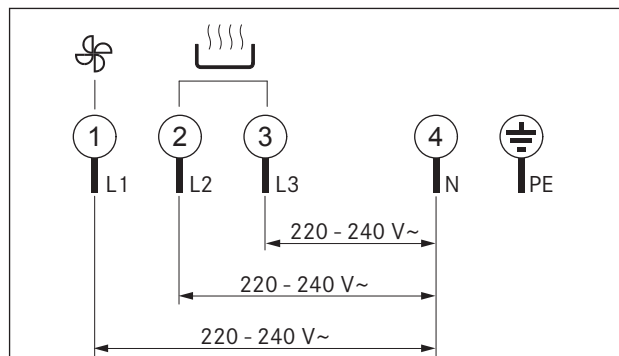

Abb. 6.36 Tilslutningsskema 3-fase-tilslutning
- ▶ Tilslut strømtilslutningsledningen ved strømtilslutningen [2] på kogepladen med inAbb. 9.36emfang. Følg angivelserne i tilslutningsskemaet (se: fig.6.36 „Tilslutningsskema“).